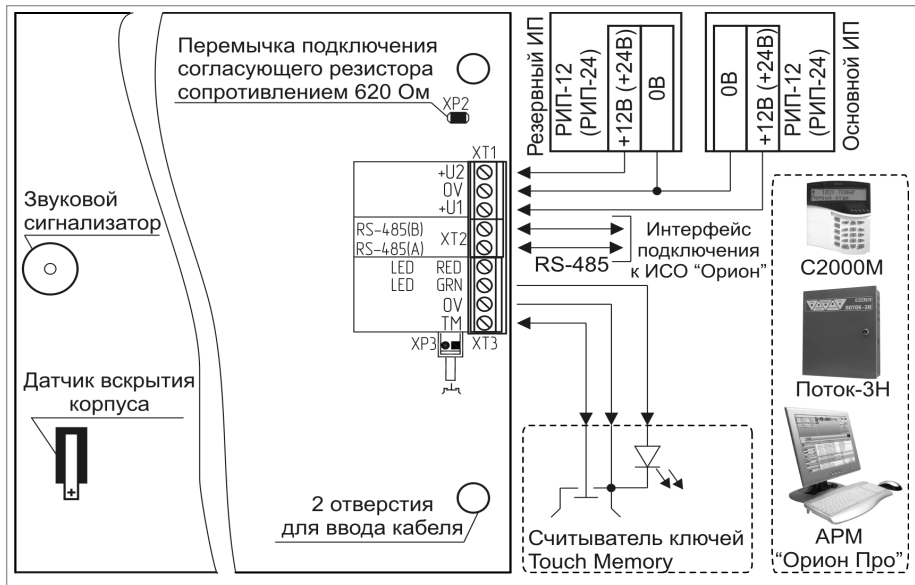

Рисунок 8. Схема внешних соединений блока «Поток-БКИ»
2. Подключение соединительных линий выполняйте в соответствии с проектной документацией и схемой на рис. 8.